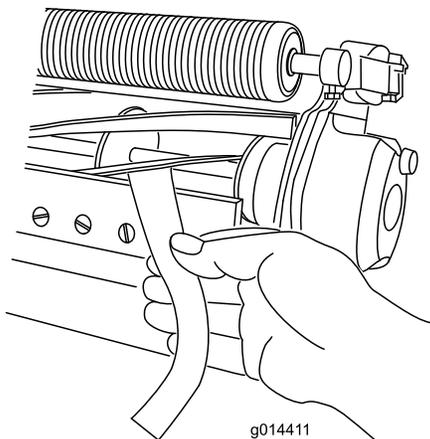

Figura 5
2. Tuerca de tornillo de ajuste de barra de asiento (2)
B. Inserte una tira larga de papel para comprobar el rendimiento del corte entre el molinete y la contracuchilla, perpendicular a la contracuchilla (Figura 5) y, a continuación, gire **lentamente** el molinete hacia delante; deberá cortar el papel; de lo contrario, repita los pasos A y B hasta que corte.
11. Inserte una tira larga de papel para comprobar el rendimiento del corte (pieza Toro n.º 125-5610) entre el molinete y la contracuchilla, perpendicular a la contracuchilla (Figura 5) y, a continuación, gire **lentamente** el molinete hacia delante; deberá cortar el papel; de lo contrario, gire 1 clic cada perno de ajuste de la barra de asiento en sentido horario, hasta que corte el papel.